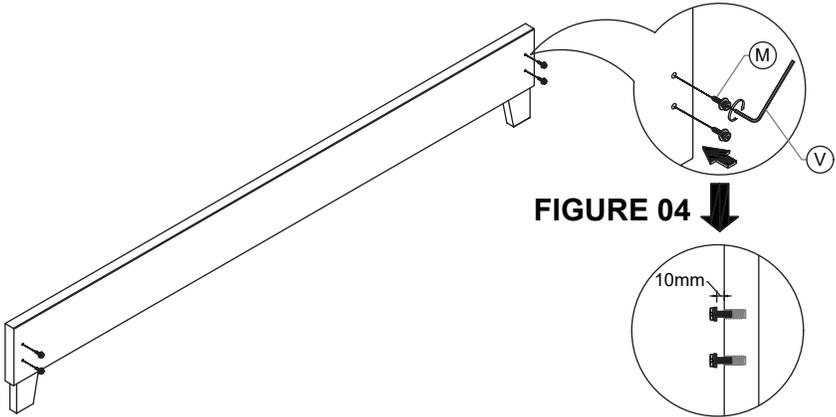

FIGURE 04
Insert set of the bolts (M) with lock washer, flat washer into the fixed nuts on the footboard by manually. NOTE: Do not fully tighten the bolts, leave at least 10mm visible so that you can hanger hook on the bolts. See **FIGURE 04**.
/Insérez manuellement l'ensemble de boulons (M) avec la rondelle de blocage, la rondelle plate dans les écrous fixes sur le marchepied. REMARQUE : Ne serrez pas complètement les boulons, laissez au moins 10 mm visibles afin de pouvoir accrocher les boulons. Voir **FIGURE 04**.